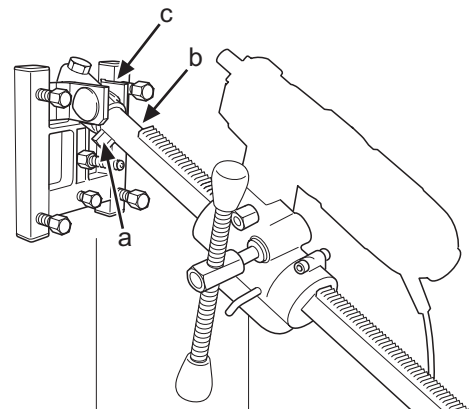

Fig.12
2. Borrpelaren monteras på fotplattans vinkelfäste. Skruva åt de två låsskruvarna (a och b) med 24 mm nyckel. (Fig. 12). Matarhuset vänds 180° och återmonteras på borrpelaren. Bormaskinen återmonteras i snabbfästet.
3. Ställ in önskad borrvinkel med mutter (c) (Fig.12) med 30 mm nyckel.
2. Boreøjlen monteres på fodpladens vinkelbeslag. Spænd de to låseskruer (a og b) med en 24-mm-nøgle. (Fig.12). Fremføringshuset vendes 180° og genmonteres på boreøjlen. Boremaskinen genmonteres i lynkoblingen.
3. Indstil den ønskede borevinkel med møtrikken (c) (Fig.12) ved hjælp af en 30-mm-nøgle.
2. Borsøylen monteres på festeplatens vinkelfeste. Skru til de to låseskruene (a og b) med 24 mm nøkkel. (Fig.12). Materhuset vendes 180° og monteres på borsøylen igjen. Bormaskinen monteres tilbake i hurtigfestet.
3. Still inn ønsket borvinkel med mutter (c) (Fig.12) med 30 mm nøkkel.